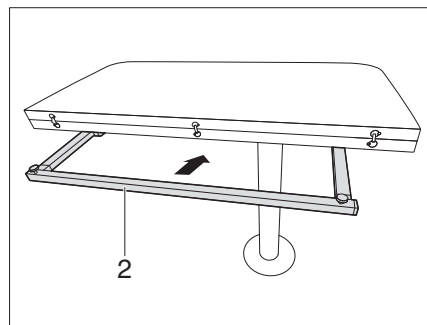

Fig. 114 Inserire la sottostruttura del tavolo ribaltabile
- Inserire la sottostruttura del tavolo (Fig. 114,2).